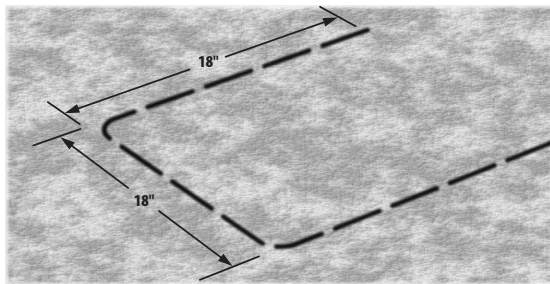
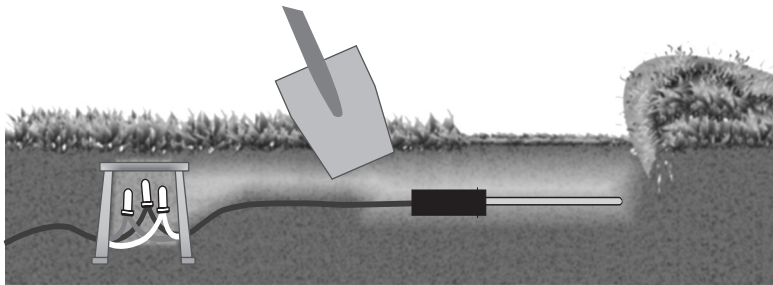

Figure 3
Figure 4
- À l'aide d'une pelle plate, définir les trois côtés d'un carré de 45 cm (18 po) de large sur 45 cm (18 po) de long et 15 cm (6 po) de profondeur. Ces fentes devraient former un « U » (consulter la figure 3). Insérer la pelle sous la pièce de gazon à une profondeur de 10 cm (4 po) et ramener le gazon en arrière pour laisser apparaître un trou dans le sol de 7 à 10 cm (3 à 4 po) de profondeur. À environ 15 cm (6 po) d'un côté de cette ouverture, creuser une ouverture et un trou semblables pour une boîte de valve de 18 cm (7 po). Cette boîte de valve (boîtier de raccordement) sera utilisée pour épisser des câbles additionnels du sonde au câble de la zone identifié à l'étape 3. Creuser une tranchée du boîtier de raccordement de 18 cm (7 po) à la base de l'ouverture carrée de 45 cm (18 po) créée pour le sonde (consulter la figure 4).